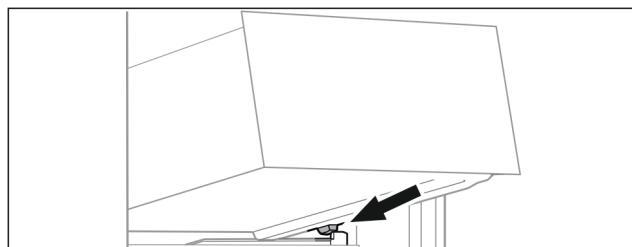

Fig. 82
- Nasadte zásuvku šikmo za zarážky na žebrování na nádoby. (viz Fig. 82)